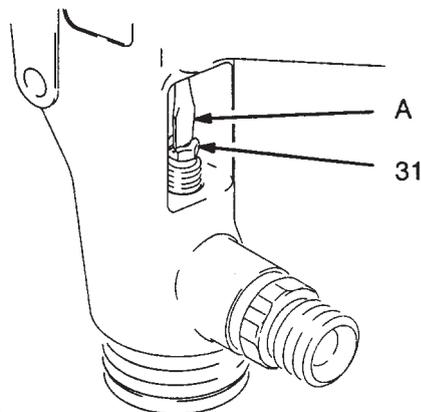

Fig. 2
5. Materialeinstellknopf (8) und Materialfeder (16) entfernen.
6. Materialnadel (21) hinten aus der Pistole herausziehen.
8. Materialeinstellmutter (6), Feder (15) und Luftventil (14) abnehmen.
9. Zum Ausbau der Packungsadjustierschraube (31) einen Schraubenzieher mit dünnem Blatt (A) durch das Hinterteil der Pistole in die Packungsadjustierschraube (31) hineinstecken, siehe Abb. 2.